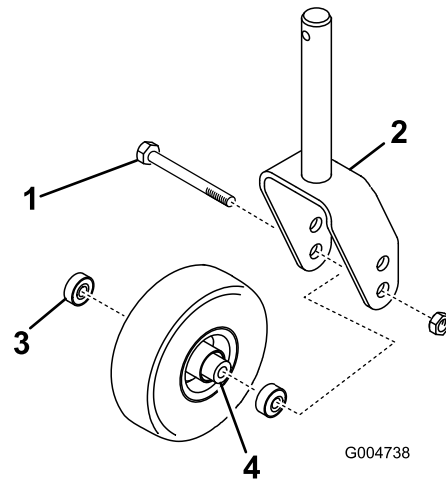

Bild 141
- Entfernen Sie die Sicherungsmutter von der Schraube, mit der das Laufrad zwischen der Laufradgabel oder am Laufradgelenkarm (Bild 141) befestigt ist.
- Halten Sie das Laufrad fest und schieben die Schraube aus der Gabel oder vom Gelenkarm ab (Bild 141).
- Entfernen Sie das Lager aus der Radnabe und lassen das Lagerdistanzstück herausfallen (Bild 141).
- Entfernen Sie das Lager aus der gegenüberliegenden Seite der Radnabe (Bild 141).